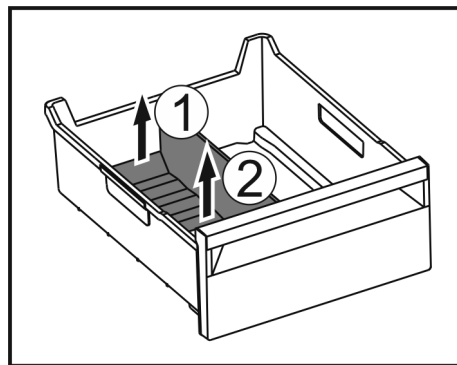

Fig. 146
- Zvedněte zadní část přepážky přihrádky na led. Fig. 146 (1)
- Přepážku přihrádky na led vyjměte nahoru. Fig. 146 (2)